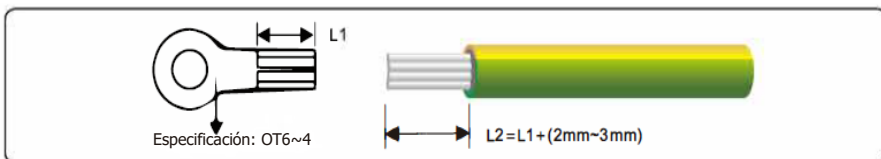

Figura 5.1 Segmento pelado (unidad: mm)
**Paso 1** Pele una porción adecuada de la capa de aislamiento del cable PGND con un pelacables; el segmento pelado debe ser entre 2-3 mm más largo que el extremo de prensado del terminal OT, tal como se ilustra en la figura 5.1.